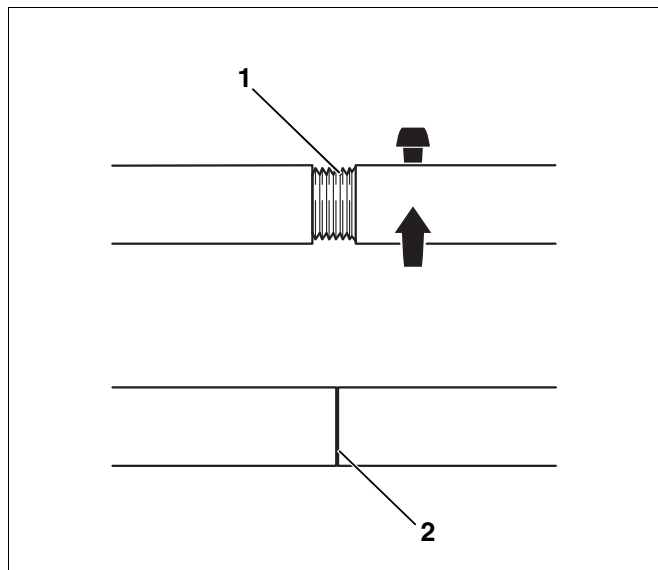

Fig. 20 Presa de niplare 2.3
- Înainte de fiecare utilizare se va controla tija presei iar dacă este cazul tronsoanele ei se vor strânge. Dacă tronsoanele tije sunt înfiletate complet și nu se poate vedea filetul, atunci tija este corect poziționată (fig. 20, **poz. 2**).
- Mențineți filetul (fig. 20, **poz. 1**) curat. Un filet murdar poate provoca deteriorarea presei de niplare, în timpul presării.